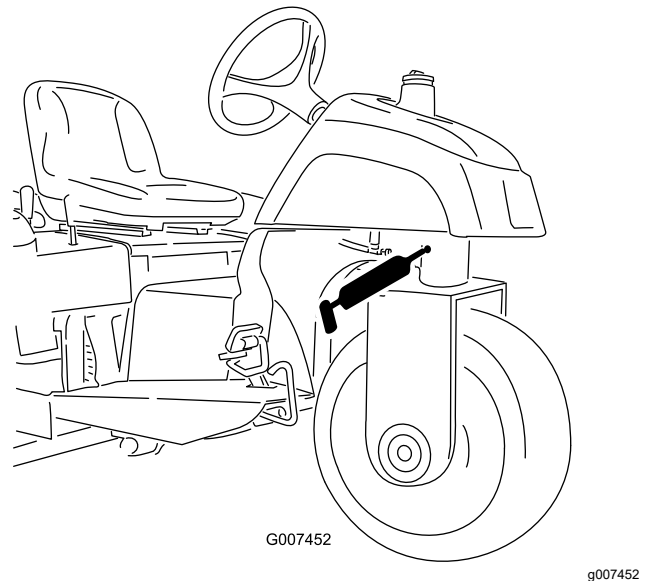

Figura 22
- 1 cuscinetto girevole dello sterzo (Figura 22).